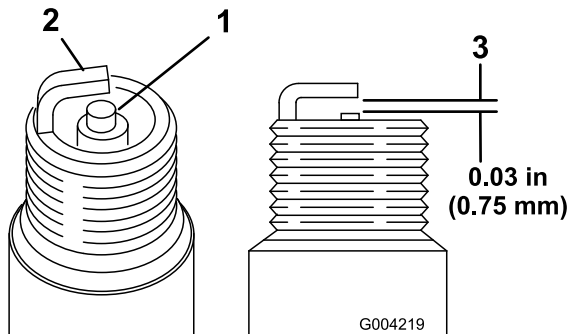

Bild 50
- Sehen Sie sich die Mitte der Zündkerzen an (Bild 50). Wenn der Kerzenstein hellbraun oder grau ist, ist der Motor richtig eingestellt. Eine schwarze Schicht
2. Prüfen Sie den Abstand zwischen den mittleren und seitlichen Elektroden (Bild 50).
3. Verbiegen Sie die seitliche Elektrode (Bild 50), wenn der Abstand nicht stimmt.